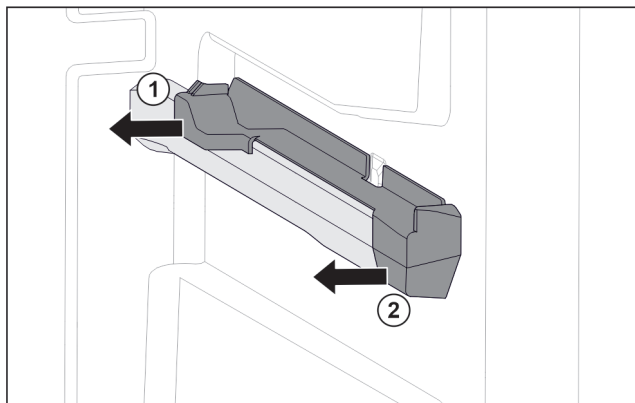

Fig. 146 Nasazovací díl na pravém žebrování na nádoby
- ▶ Stáhněte nasazovací díl vzadu na stranu. Fig. 146 (1)
- ▶ Stáhněte nasazovací díl vpředu na stranu. Fig. 146 (2)